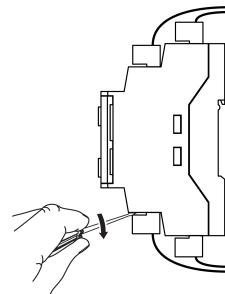

Рисунок 4.2 – Отсоединение съемных частей клемм
- Снять ответные части съемных клеммников (см. рисунок 4.2).